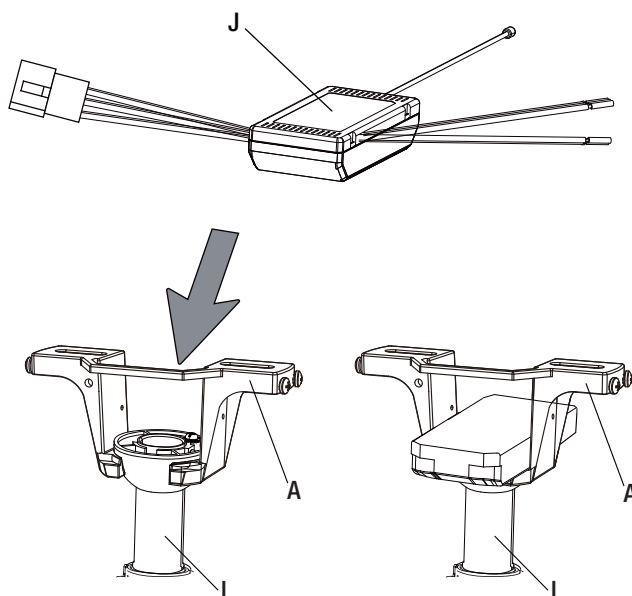

Figura 10
- Posicione los cables de alimentación de la casa hacia un lado del soporte de montaje (A), y posicione los cables del ventilador hacia el lado opuesto.
- Inserte el extremo angosto del receptor (J) (Figura 10, con el lado plano hacia el techo) en el soporte de montaje (A) hasta que descansa en la parte superior del conjunto de la bola/varilla de extensión (I).